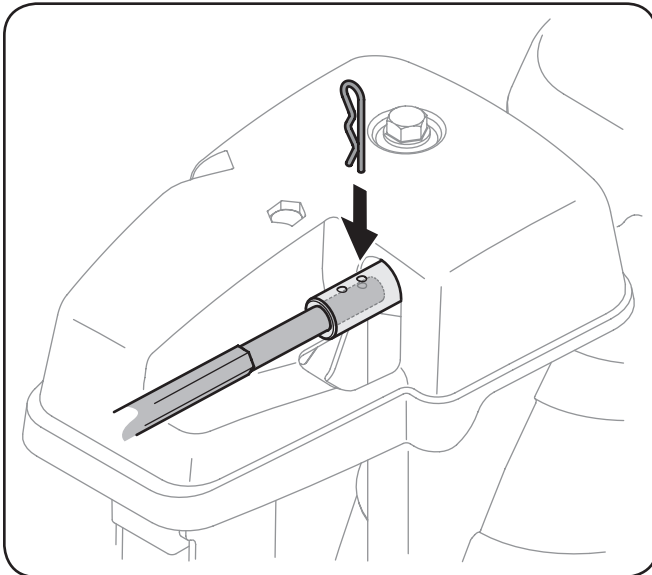

Figura 3-12
7. Empuje la varilla hacia el panel de control hasta que el orificio en la varilla hexagonal se alinee con el orificio en la entrada de control del canal lo más cerca posible del cabezal de control del canal e inserte el pasador de chaveta. Vea la Figura 3-12.